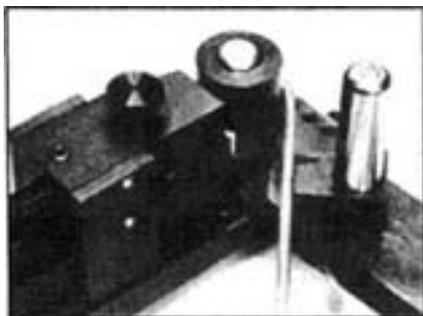

Figure 8
2. Mettez l'embase à angle vif sur l'arbre court sur la poignée comme indiqué à la Figure 8.